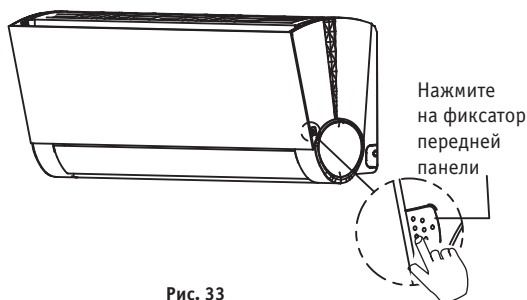

Рис. 33
1. Нажмите фиксирующие кнопки на боковых стенках внутреннего блока, поднимите переднюю панель вверх и зафиксируйте ее с помощью телескопических рычагов. См. рис. 33–34.